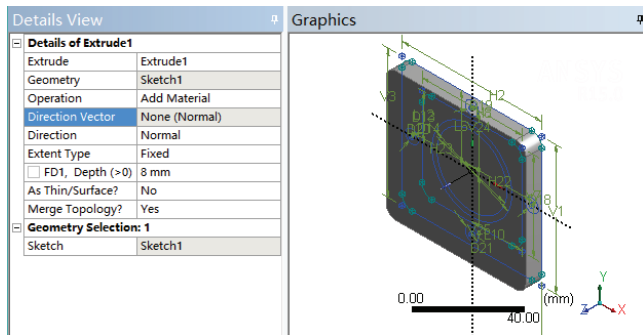

图 3-103 绘制 Extrude1
- 4) 设置 Depth 为 8mm，单击 Generate，得到的图形如图 3-103 所示。